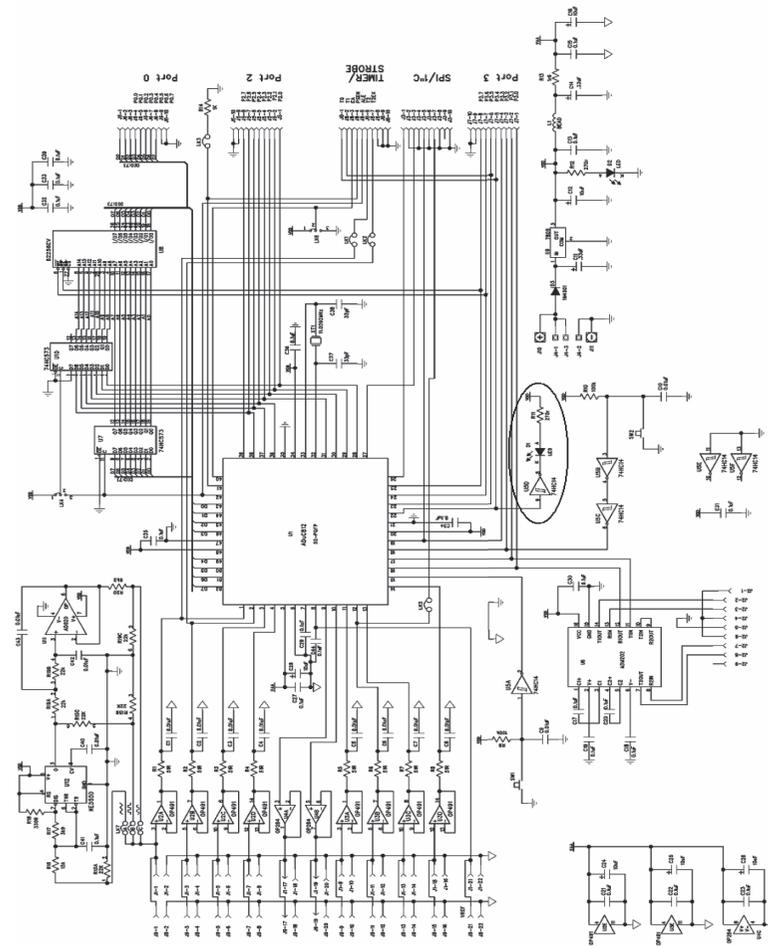
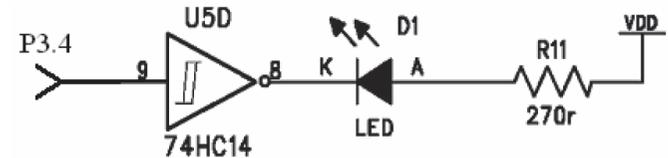

рис. 1 — Схема платы “быстрого старта” микроконтроллера ADuC812
рис. 2 — Включение светодиода в схему платы “быстрого старта”
2.4 Подключим шлейф и разъем идущие от микроконтроллера ADuC8 к стенду микропроцессорного управления электрическим двигателем (рис. 2).
Схема «быстрого старта» ADuC812 (рис. 1) содержит светодиод, включенный через линию порта P3.4 с обратной логикой (рис. 2). Наличие сигнала на этой линии микроконтроллера (МК) должно инициировать потушенное состояние светодиода. Для осуществления такого управления перед светодиодом стоит инвертирующий триггер Шмидта (на схеме 74HC14), изменяющий сигнал из МК на обратный (0 на 1 и наоборот).